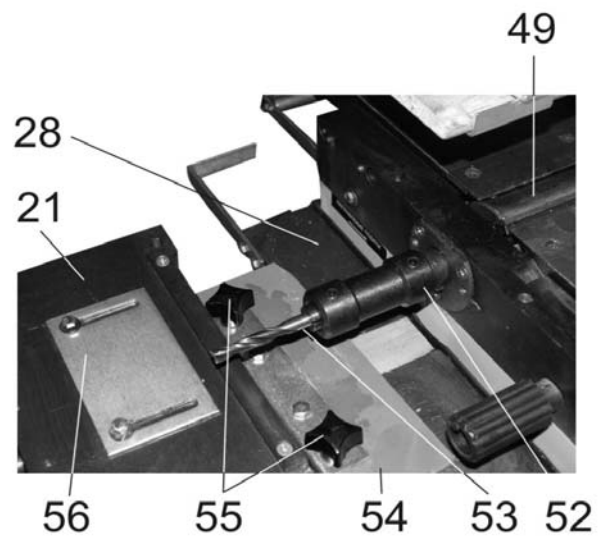
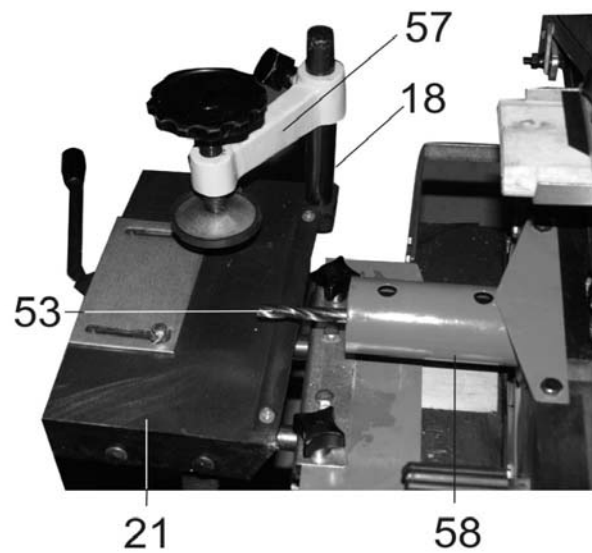
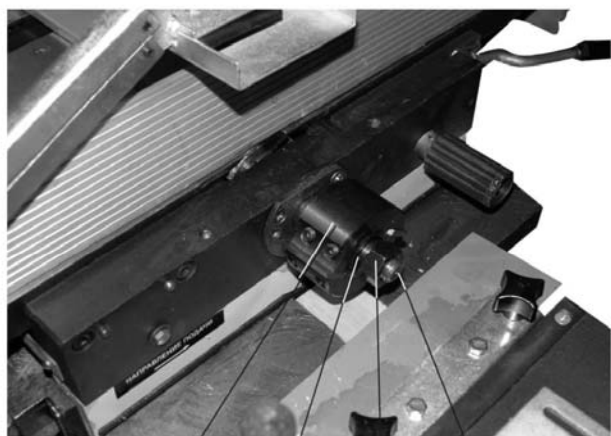
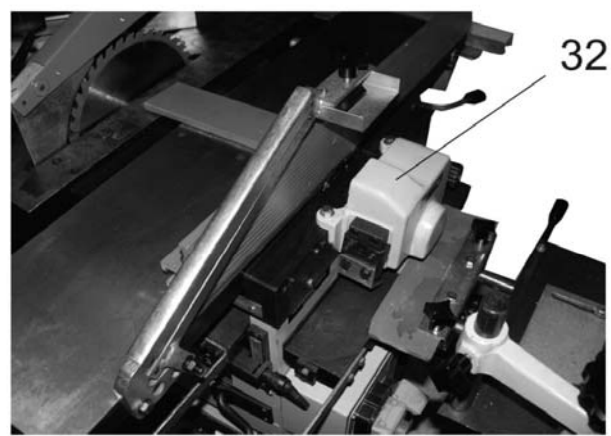

Рис. 11
Рис. 12
Рис. 13
Рис. 14
8.2.9. На фрезерном рабочем столе (28) установите и закрепите фрезерный суппорт (21), Рис.11.
8.3.1. При выполнении фрезерных операций с применением пальчиковых фрез (53) на выступающую часть (шпиндель) строгального вала (49) установите и закрепите специальный фрезерный патрон (52), Рис.11.
8.3.2. В специальный фрезерный патрон (52) вставьте необходимую разрезную вставку (см. комплектность) сквозной прорезью перпендикулярно болту фиксации, установите пальчиковую фрезу (53) и, используя шестигранный ключ (см. комплектность), закрепите пальчиковую фрезу (53), Рис.11.
8.3.3. Установите и закрепите защитный колпак (58), Рис.12.
8.3.4. При выполнении фрезерных операций с применением фрезерной головки (59) или насадных фрез (не комплектуется) необходимо установить ее на выступающую часть (шпиндель) строгального вала (49). Учитывая направление движения, установите и закрепите выше перечисленный режущий инструмент, Рис. 11, 13.
8.3.5. При установке фрезерной головки (59) (или насадной фрезы), при необходимости установите шайбу (60), так чтобы перекрыть 1-2 оборота резьбы на шпинделе (62). В противном случае Вам не удастся гайкой (61) закрепить фрезу или фрезерную головку, Рис. 13.
8.3.6. Как показано на Рис. 14 установить и закрепить кожух фрезерной головки (32) Рис. 13. **ВНИМАНИЕ!** Внутренний диаметр отверстия разрезной втулки должен строго соответствовать диаметру хвостовика используемой пальчиковой фрезы (сверла).
9.1.1. При выполнении фрезерных работ с использованием фрезерной головки (59), Рис.13, необходимо:
- поворотом ручки фиксации (39) ослабить фиксацию положения фрезерного рабочего стола (28);
- маховиком (41) установить необходимую высоту фрезерного рабочего стола (28);
- маховиком поперечной подачи (37) установить необходимое положение фрезерного рабочего стола (28) относительно фрезерного режущего инструмента;
- установленное положение фрезерного рабочего стола (28) зафиксировать ручкой фиксации (39);
- установить и закрепить подвижный упор (35) так, чтобы заготовка имела свободное продольное перемещение по рабочему столу (28) и не имела поперечного перемещения;
9.1.2. При выполнении фрезерных работ с использованием пальчиковой фрезы (52) Рис.12 необходимо:
- направляющий упор (56) установить в зависимости от глубины фрезерования / сверления, Рис. 11.